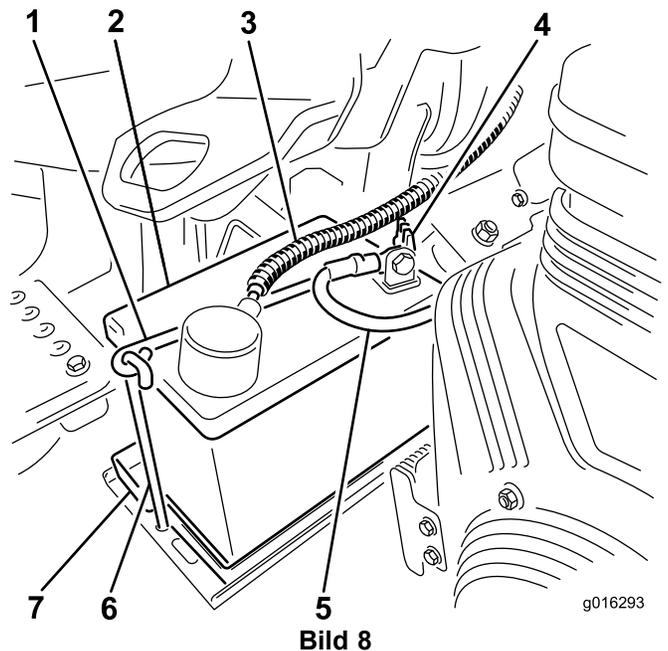

Bild 8
- Setzen Sie die Batterie auf das Batteriefach und befestigen sie mit den vorher entfernten Befestigungen und der Batterieklemme (Bild 8).
8. Klemmen Sie zuerst das Pluskabel (Rot) am Pluspol (+) der Batterie und dann das Minuskabel (Schwarz) am Minuspol (-) der Batterie an, wobei Sie die Kopfschrauben und Muttern verwenden (Bild 8). Ziehen Sie den Gummischuh über den Pluspol, um Kurzschlüssen vorzubeugen.